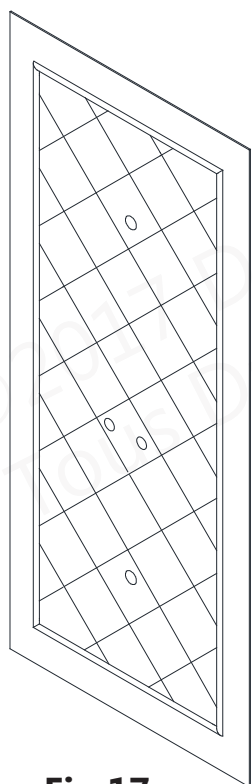
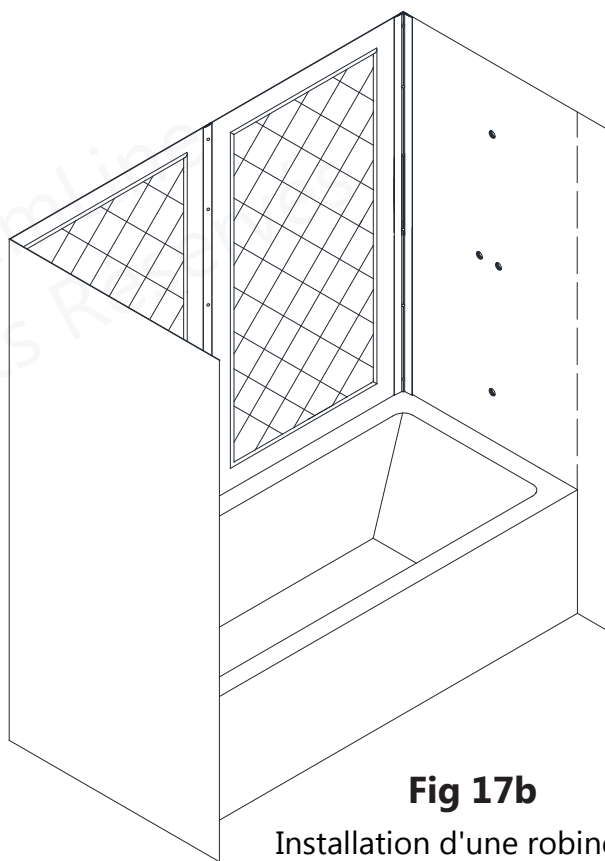

Fig 17a
Fig 17b
17. Recopiez les mesures des trous pour la robinetterie de l'étape 4 sur le **panneau latéral (N° 01)**. Ce panneau sera posé sur le mur muni de la robinetterie. Percez les trous dans le **panneau latéral (N° 01)** avec une scie-cloche (emporte-pièce) au diamètre approprié ou d'une scie sauteuse portative. **(Fig. 17a et Fig. 17b)**